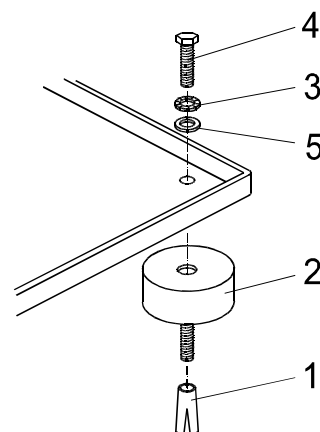

Bild 1
6. Messingspreitzdübel (1) einsetzen und Schwingmetallpuffer (2) aufschrauben (siehe Bild 1). Es ist darauf zu achten, daß die Dübel mit den Puffern fest im Untergrund verankert sind, damit die Anlage später einen festen Sitz hat.
7. Anlage auf die Schwingmetallpuffer aufsetzen und durch Sechskantschrauben (4) mit Zahnscheiben (3) und 2 Beilagscheibe (5) befestigen (siehe Bild 1).